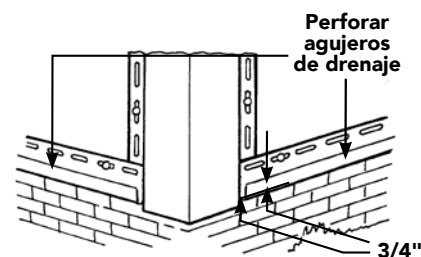

Figura 52
- Coloque el borde superior de un canal en J o una base vertical a lo largo del hilo de tiza que se trazó anteriormente. Recuerde taladrar agujeros de drenaje de por lo menos 3/16" (4.8 mm) de diámetro que no estén a más de 24" (610 mm) entre sí (Figura 52).